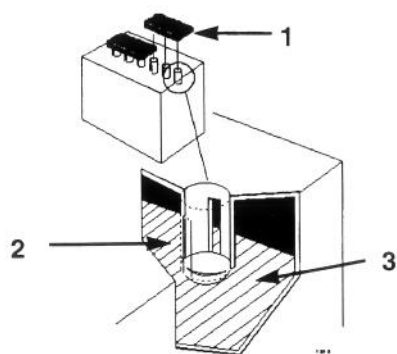

Figure 35
2. Ouvrir les bouchons pour voir l'intérieur des éléments. L'électrolyte doit atteindre la partie inférieure du tube (Fig. 35). Ne pas laisser le niveau baisser au-dessous de la marque LOWER (MINIMUM) (Fig. 35).
2. Soulever les bouchons de remplissage (Fig. 35).
3. Verser doucement de l'eau distillée dans chaque élément de la batterie jusqu'à ce que le niveau atteigne la partie inférieure du tube (Fig. 35).